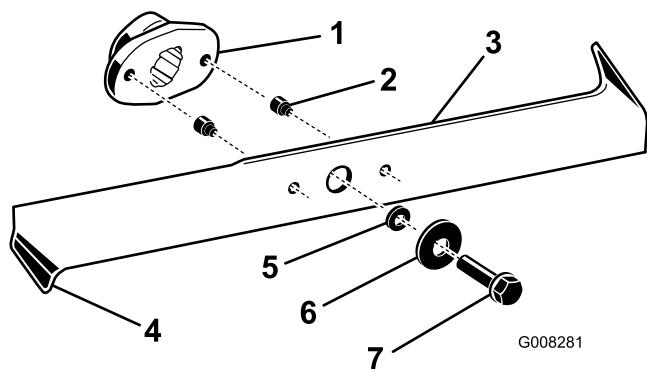

Figura 35
2. Controllate i taglienti (Figura 35). Se i taglienti non sono affilati o presentano intaccature, togliete le lame ed affilatele; vedere Affilatura delle lame.
4. Sostituite immediatamente i perni di sicurezza se sono spezzati (Figura 35).
3. Togliete i bulloni, le rondelle e le lame (Figura 35). In sede di rimozione dei bulloni, per bloccare le lame inserite un blocco di legno tra ogni lama e il tosaerba.
3. Controllate le lame, in particolare i bordi curvi (Figura 35). In caso di usura o scanalature in questa
1. Montate le lame, le rondelle e i bulloni delle lame (Figura 35).